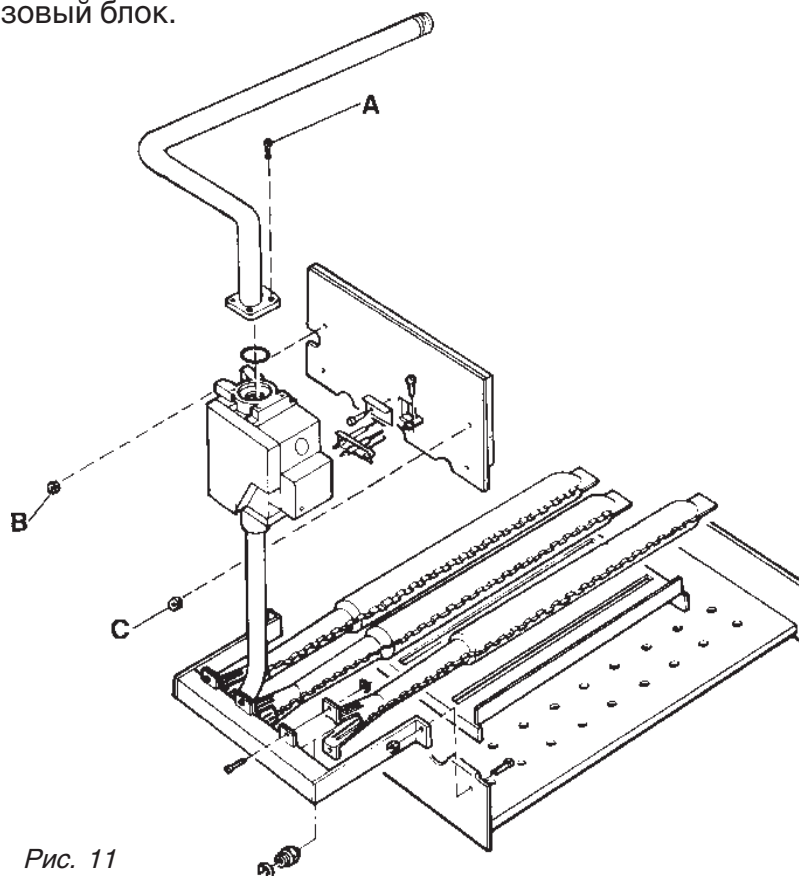

Рис. 11
- Снять горелку с коллектора (рис. 11).
7.05 Разборка газового блока (рис. 11)